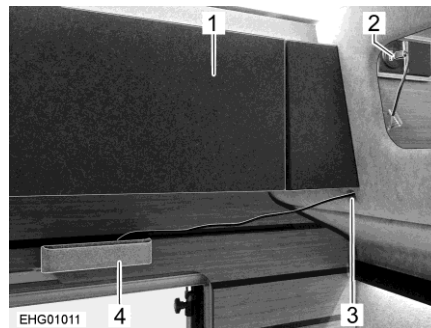

Bild 77 Leseleuchte im Heckbereich
Die 12-V-Steckdose (Bild 77,2) für die Leseleuchte (Bild 77,4) im Heckbereich befindet sich hinter dem Hängeschrank (Bild 77,1) hinter einer Öffnung (Bild 77,3) im Wandbezug (Filz).
- 12-V-Stecker durch die Öffnung (Bild 77,3) im Wandbezug führen und in 12-V-Steckdose (Bild 77,2) stecken.